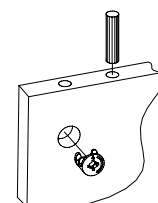

Рис.3
3. Вставьте поперечные болты в соответствующие плоскостные отверстия деталей 1, 2 (Рис. 3).